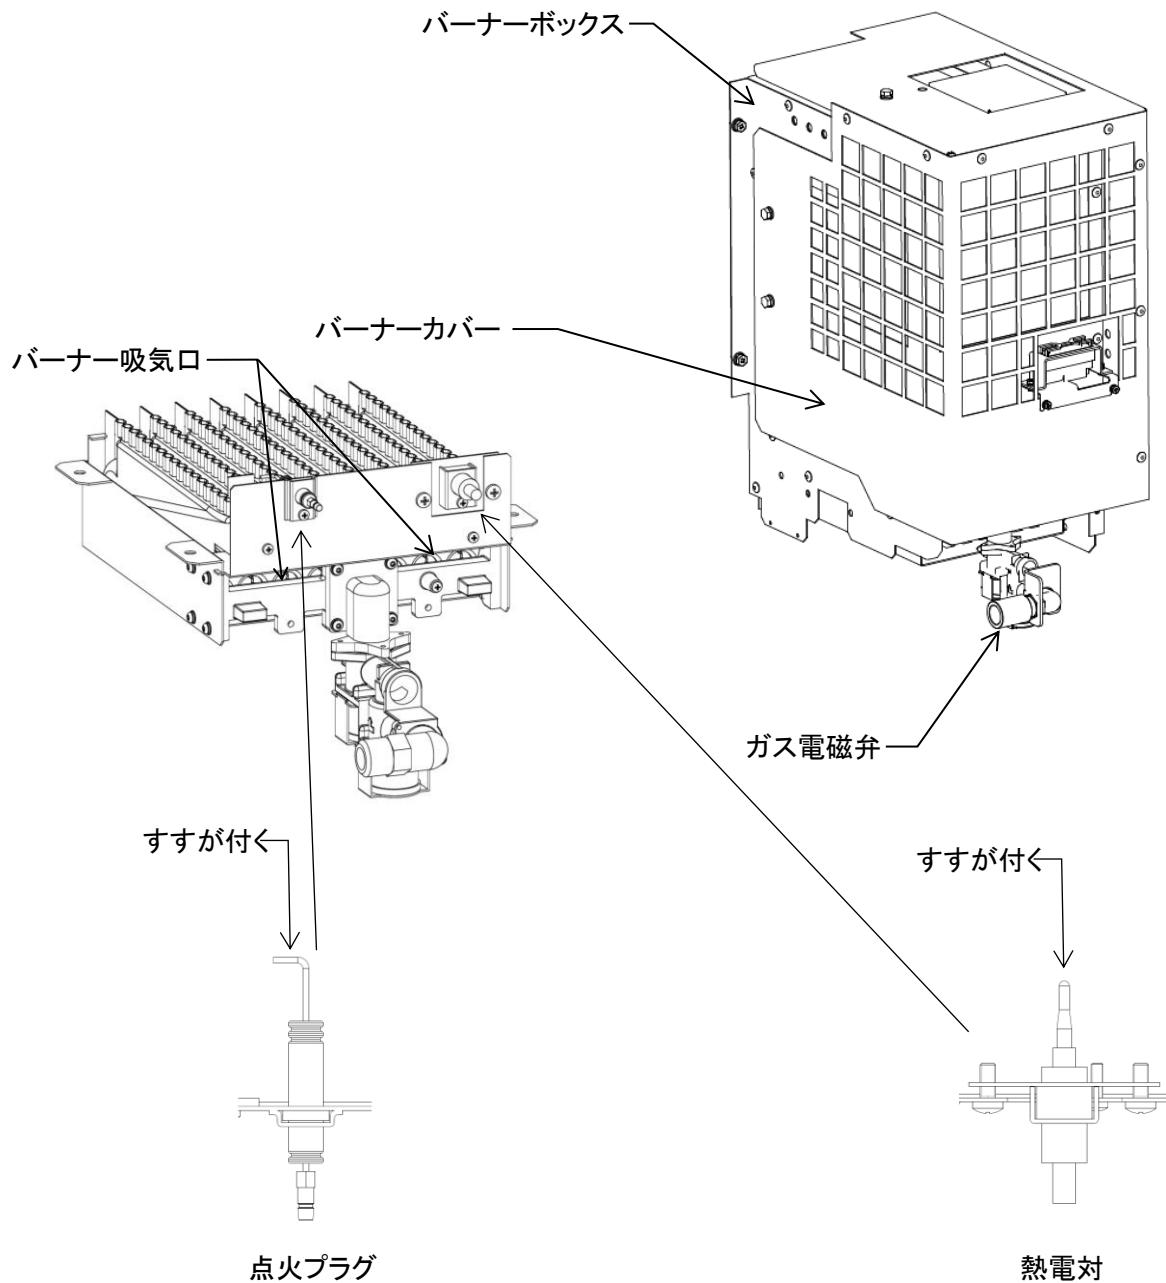

図 9-5
3) 点火プラグの点検(図 9-5)
4) 热电対の点検(図 9-5)